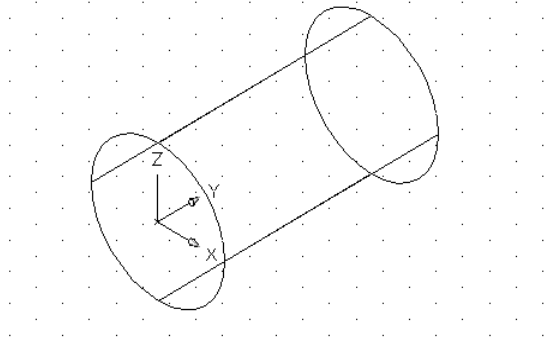

Рис.12
**Полученный контур вращается вокруг оси, совпадающей с большей из сторон построенного прямоугольника (рис. 12).**